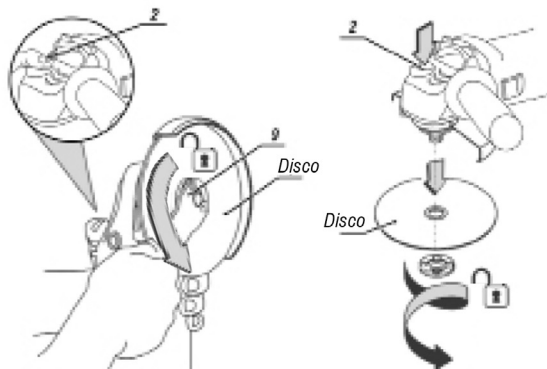

Fig. 7 – Substituição do disco
2. Pressione o botão trava do eixo (2);
3. Solte a porca com a chave (9);
4. Retire o disco, Fig. 7;